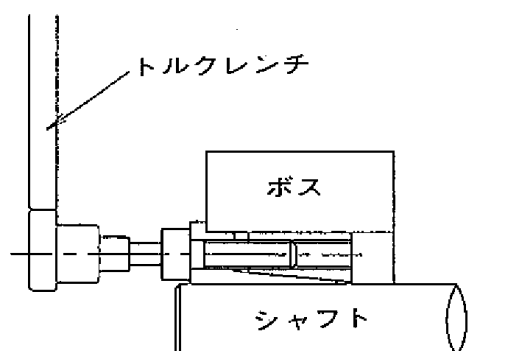

図2 取付け
5. 所定の深さまで挿入後、ボスと軸との相対位置(円周上、軸線上)を決め、トルクレンチ目盛を締付トルクMA(締付トルクMAは表1を参照)の1/4程度に合わせ、締付ボルトをほぼ対角線上に順次締付けてください。(図2、3参照)